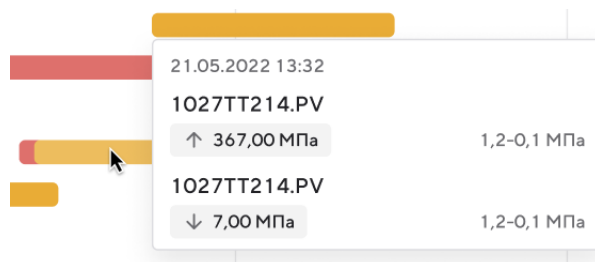

Рисунок 175 – Краткая информация о событиях выхода за уставку (несколько событий)
- Рисунок 175 — дополнительное окно с краткой информацией для нескольких событий выхода за уставку (зарегистрировано несколько событий в одно и тоже время).